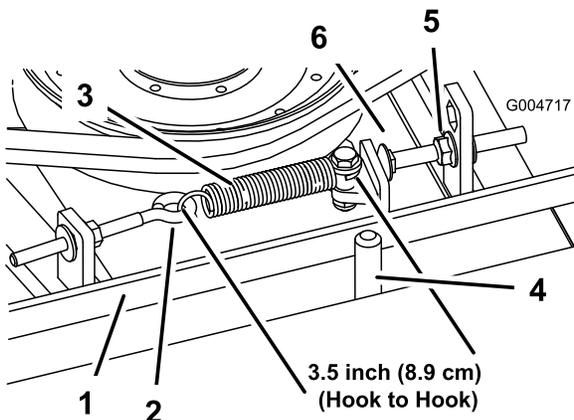

Рисунок 70
При правильном натяжении результат измерения натяжной пружины (между крюками) должен быть приблизительно равен 8,9 см ± 0,63 см (внутри). После достижения правильного натяжения пружины отрегулируйте упорный болт (кадетный болт) до достижения зазора прибл. 0,32 см ± 0,152/0,000 см между головкой болта и рычагом натяжного шкива (Рисунок 70).
Примечание: Убедитесь, что ремень расположен на направляющей ремня со стороны пружины (Рисунок 70).
2. Ослабьте рым-болт, чтобы можно было снять натяжную пружину (Рисунок 70).
3. Ослабьте фланцевую гайку, которая крепит упорный болт к монтажному выступу. Отверните гайку на достаточную величину, чтобы рычаг натяжного шкива мог пройти мимо упорного болта (Рисунок 70). Для снятия натяжения ремня отведите натяжной шкив от ремня.
8. Заново подсоедините пружину растяжения (Рисунок 70) к рым-болту и натяните ремень следующим образом: